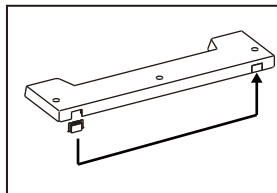

Рисунок 20
12. Аккуратно переместите декоративные заклепки на противоположную сторону (рис.20).